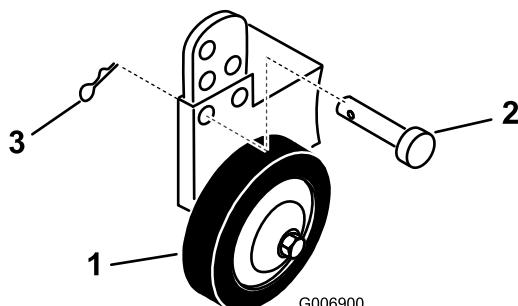

Figura 8
- A. Retire el pasador y la chaveta para cambiar de taladro Figura 8).
- B. Seleccione una posición de taladro en la cual la rueda niveladora esté separada del suelo como mínimo 10 mm para la altura de corte a utilizar (Figura 8).